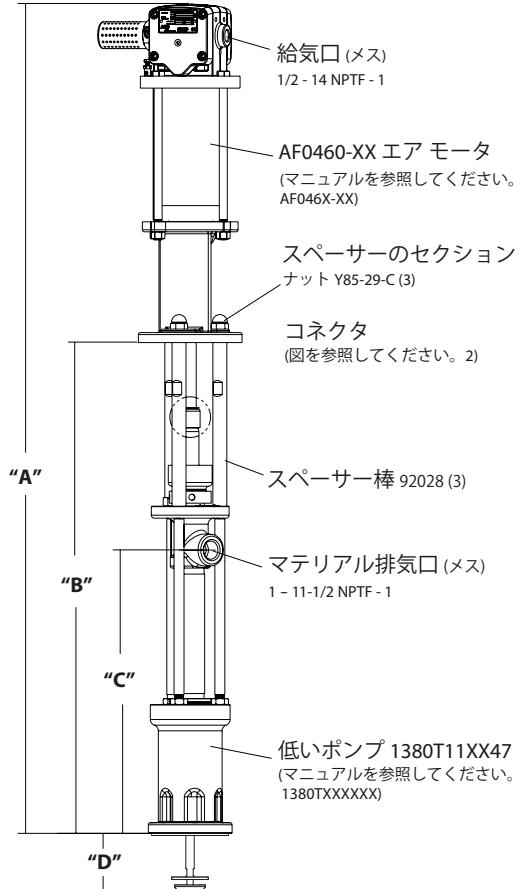

図1
2. 3つの (Y85-29-C) ナット 3 スペーサー棒から削除します。(図1を参照)。